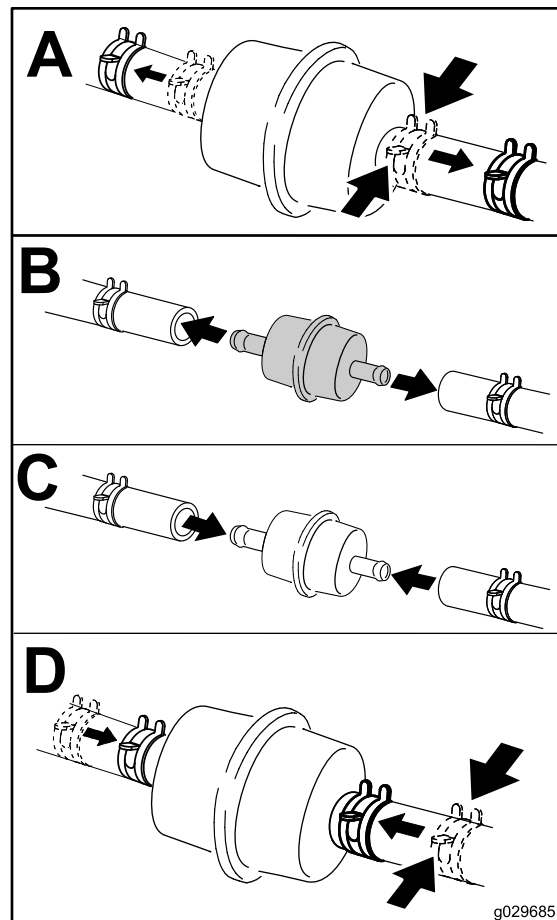

Figura 40
4. Cambie el filtro de combustible como se muestra en la Figura 40.